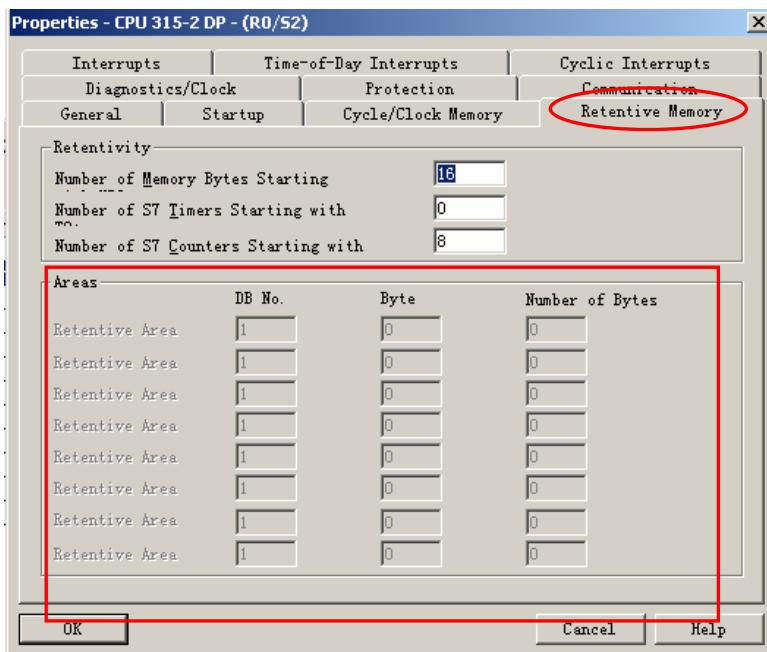

图 9—3
暖启动时，所有的数据块（DB）都是被保持的，“保持存储器”（Retentive Memory）标签页的定义区为“灰色”不可选的，如图 9—3 所示。定义了保持的存储器（M）、定时器(T)、计数器(C) 中的数据将被保持。过程映像和非保持数据被清除。